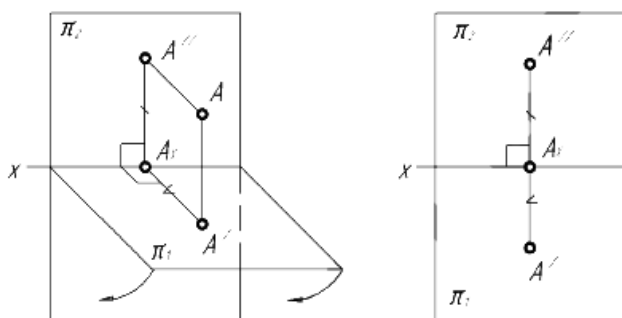

Рисунок 4.1 – Образование чертежа в системе плоскостей проекций  $\pi_1, \pi_2$
1) Система плоскостей проекций  $\pi_1, \pi_2$  (рисунок 4.1)